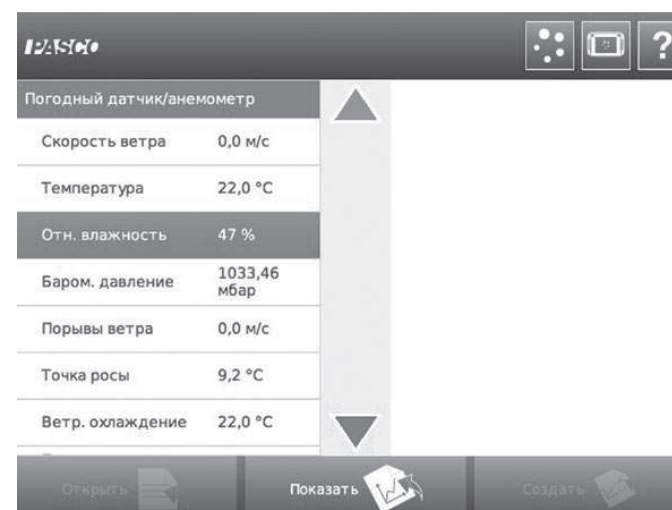

Рис. 4.
3. Выделяем нажатием показания «Погодный датчик / анемометр», поле «Отн. влажность» станет оранжевым, кнопка «Показать» — активной (рис. 4).